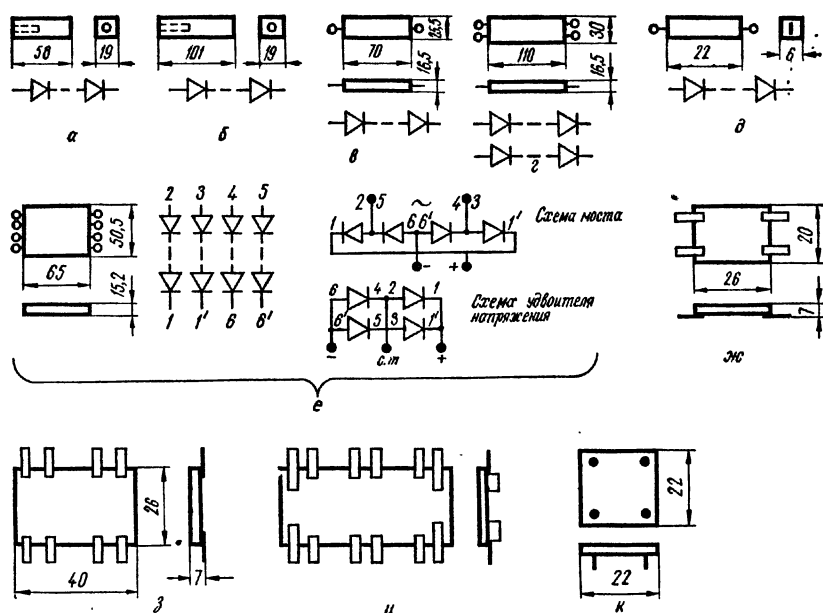

Рис. 261. Внешний вид и основные размеры выпрямительных столбов и блоков
**Д1004—Д1008.** Кремниевые столбы. Диапазон рабочих температур от —60 до +120° С. Размеры корпуса указаны на рис. 261, а (Д1004 и Д1005А) и рис. 261, б (Д1005Б — Д1008).
Д1009 — Д1011. Кремниевые столбы. Диапазон рабочих температур от —60 до +80° С. Наибольшая температура корпуса 100° С. Граничная рабочая частота 1000 Гц. Размеры корпуса указаны на рис. 261, е (Д1009, Д1009А и Д1011А) и рис. 261, г (Д1010 и Д1010А).
**КЦ106 (А, Б, В, Г, Д).** Кремниевые столбы (см. рис. 261, д).
**КЦ401 (Б, В).** Кремниевые блоки. Диапазон рабочих температур от —55 до +60° С. Наибольшая температура корпуса 85° С. Граничная рабочая частота 1 кГц. Данные при температуре 70° С приведены для блоков в тропическом исполнении (см. рис. 261, е).
**КЦ402 — КЦ405 (А, Б, В, Г, Д, Е, Ж, И).** Кремниевые блоки (см. рис. 261, ж—к). КЦ4041 с держателями предохранителей в корпусе. Диапазон рабочих температур от —40 до +85° С.